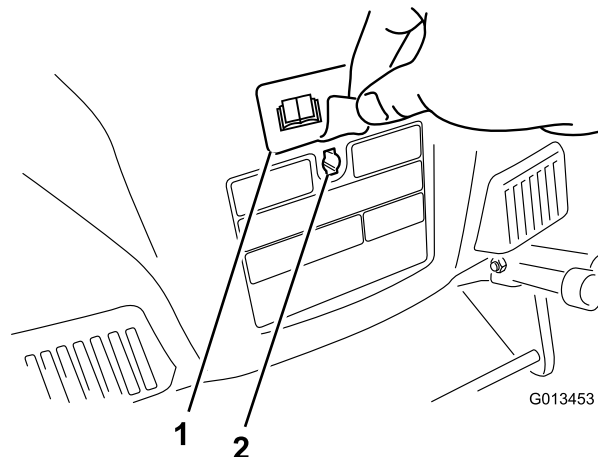

Figura 5
3. Retire la pegatina que cubre el orificio en forma de bocallave de la parte trasera de la carcasa (Figura 5).